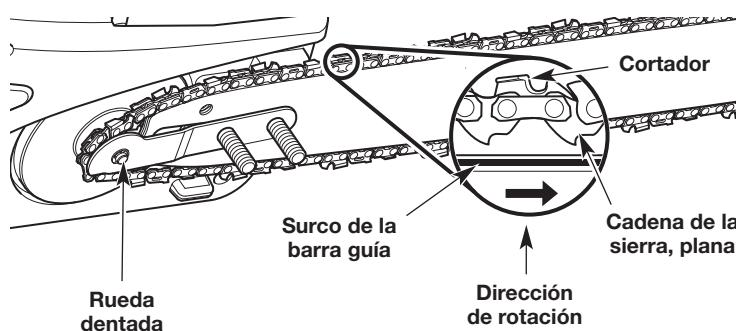

Fig. 29
5. Enganche la cadena de la sierra alrededor de la rueda dentada de impulsión e instale la cadena de la sierra en el surco de la barra guía (Fig. 29). Compruebe que las partes planas sobre la cadena de la sierra están en los surcos de la rueda dentada de impulsión. Compruebe que los cortadores están en la dirección correcta de rotación (Fig. 29).